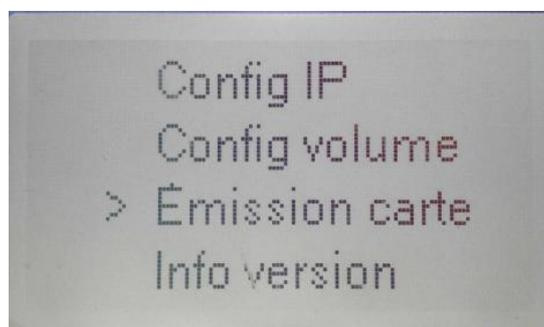

Figure 4-2
- b) Cliquez sur « Émission carte », puis cliquez sur "#" pour confirmer. Voir Figure 4-2